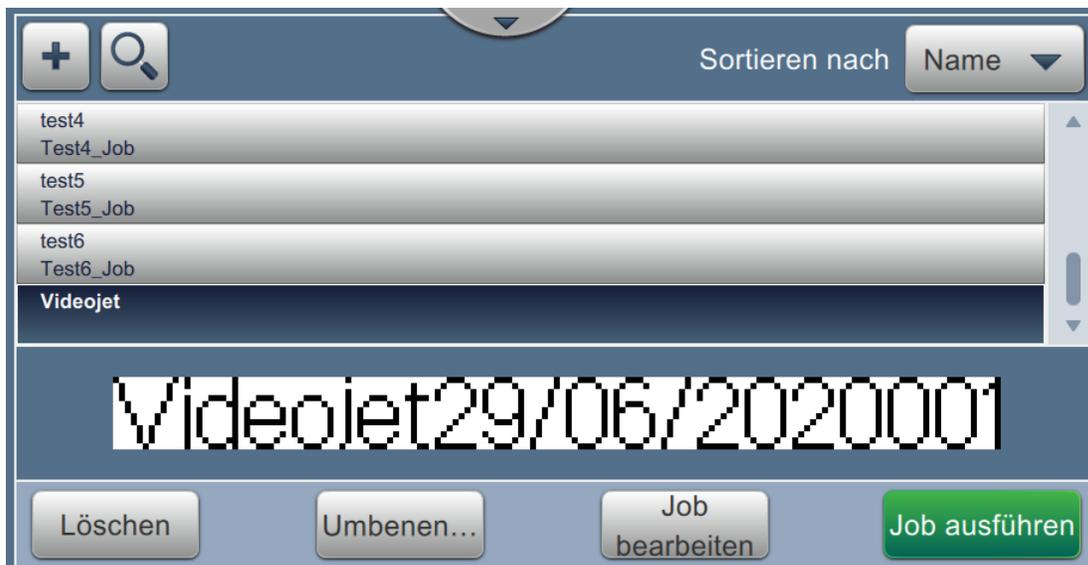

Abbildung 5-26: Auftragsliste.
32. Der Auftrag „Videojet“ wird der Auftragsliste hinzugefügt (siehe Abbildung 5-26).